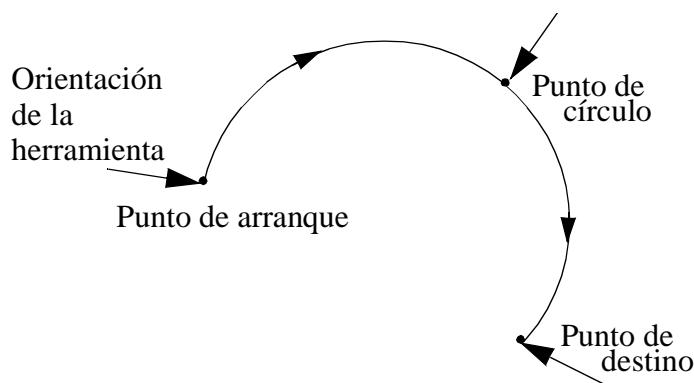

Figura 2 Orientación de la herramienta durante el movimiento circular.
- La reorientación se lleva a cabo respecto a la trayectoria circular. Así, si la orientación respecto a la trayectoria es la misma en el punto de arranque y en el punto de destino, la respectiva orientación permanecerá constante durante el movimiento (véase la Figura 2).